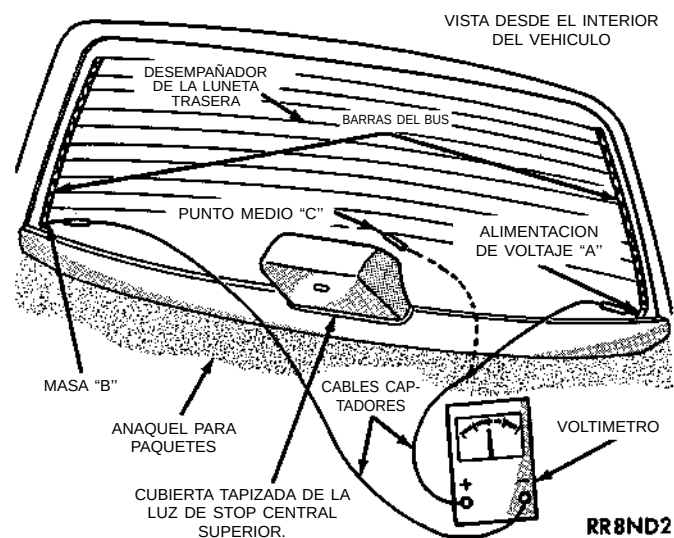
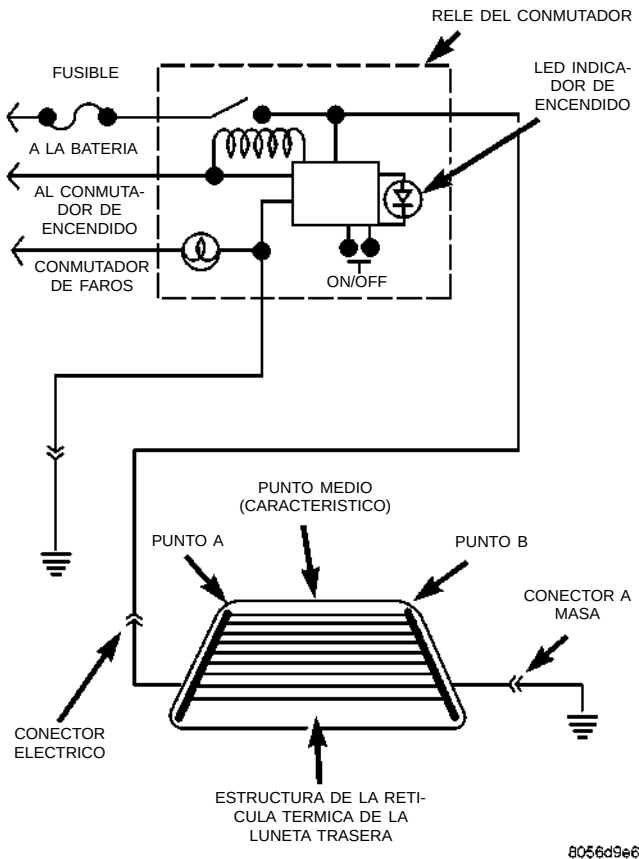
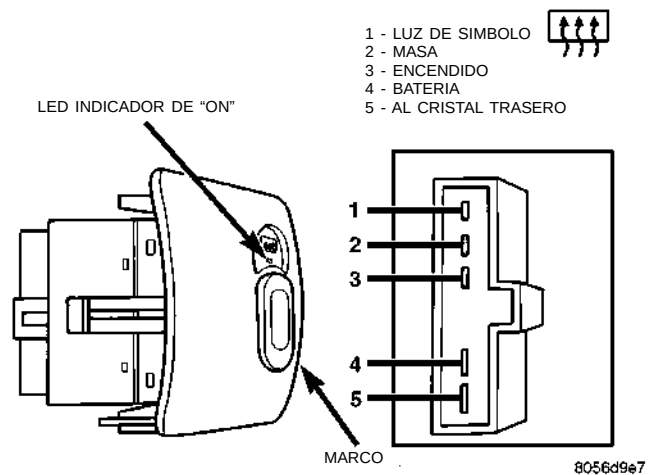
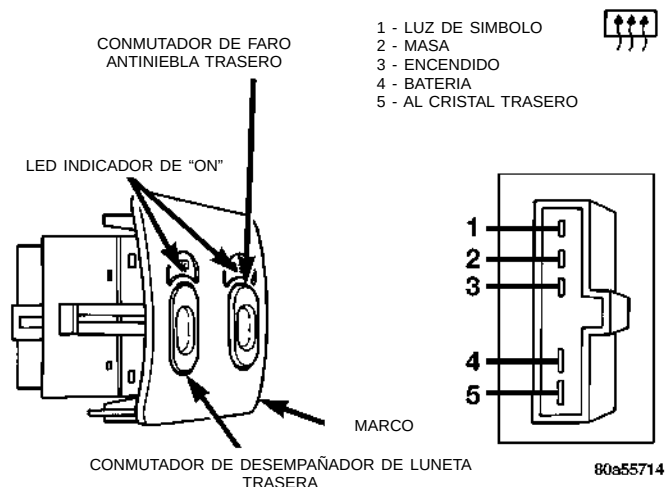

Fig. 2 Prueba de las líneas de la retícula de la luneta trasera
Fig. 3 Circuito Eléctrico del Sistema CONMUTADOR DEL DESEMPAÑADOR DE LA LUNETA TRASERA
Fig. 4 Conmutador del desempañador de la luneta trasera
Fig. 5 Conmutador del desempañador de la luneta trasera - de exportación
(1) Coloque el interruptor de encendido en posición ON.
(2) Conecte un amperímetro en serie con la batería. Coloque el conmutador de control del desempañador en posición ON. Debería percibirse un incremento importante en el amperaje.
(3) El funcionamiento del desempañador de la luneta trasera se puede verificar tocando el cristal. Puede detectarse una marcada diferencia de temperatura entre las líneas de la retícula y el cristal adyacente después de 3 a 4 minutos de funcionamiento.
(4) Utilice un voltímetro de CC y conecte el cable negativo al Punto B y el cable positivo al Punto A (Fig. 2). En el voltímetro debería leerse entre 10 y 14 voltios.
(5) El Paso 2, Paso 3 o Paso 4 anteriores confirmarán el funcionamiento del sistema. Si la luz indicadora se ilumina, quiere decir que sólo hay voltaje en la salida del relé y no necesariamente verifica el funcionamiento del sistema.
(6) Si al colocar el conmutador en posición ON no se produce ningún amperaje distinto en el amperímetro, debería buscarse el problema de la siguiente manera:
Las líneas horizontales de la retícula y las líneas verticales del bus adheridas térmicamente a la superficie interna del cristal de la luneta trasera (Fig. 2) componen un circuito eléctrico paralelo. Las líneas conductoras eléctricas están compuestas por un material de plata y cerámica que se adhiere al cristal y es altamente resistente al desgaste. Es posible, sin embargo, que se rompa una línea individual de la retícula, interrumpiendo el flujo de corriente por la línea. Para detectar si las líneas de la retícula están rotas, es necesario realizar el siguiente procedimiento:
(1) Coloque el encendido y el conmutador de control en posición ON. La luz indicadora debería encenderse.
(2) Utilice un voltímetro de CC con una escala de 0 a 15 voltios y ponga en contacto el terminal B con el cable negativo del voltímetro y el terminal A con el cable positivo del voltímetro (Fig. 2). En el voltímetro debería leerse entre 10 y 14 voltios. La lectura de un voltaje menor indica una mala conexión en el circuito de alimentación o de masa.
(3) Con el cable negativo del voltímetro, haga contacto con una buena masa en la carrocería. La lectura del voltaje no debería cambiar.
(4) Conecte el cable negativo del voltímetro al terminal B y toque cada línea de la retícula en el punto medio con el cable positivo. Una lectura de:
Cuando se acerque al punto en que la retícula está rota, el voltaje cambiará apenas pase por encima de la rotura. Consulte la (Fig. 2) y (Fig. 3).
(1) Retire el conmutador del tablero de instrumentos pero déjelo conectado. Para informarse de los procedimientos de desmontaje, consulte el Grupo 8E, Tablero de instrumentos.
(2) Gire el interruptor de encendido a la posición ON.
(3) Mediante un voltímetro, verifique el voltaje de batería en la espigas 3 y 4 (Fig. 3), (Fig. 4) y (Fig. 5).